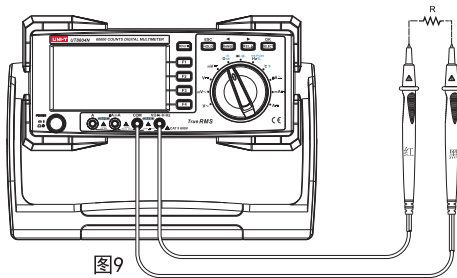

图9
- (1) 将红表笔插入" Ω "插孔，黑表笔插入"COM"孔。
- (2) 将仪表的旋转开关转到" Ω_{ns} "测量档，按SELECT键选择电阻测量 Ω 档，如图9，将表笔并联到被测电阻二端上。
- (1) 将红表笔插入" Ω "插孔, 黑表笔插入"COM"孔。
- (2) 将仪表的旋转开关转到" Ω_{ns} "测量档, 按SELECT键选择电导60nS测量档, 如图9, 将表笔并联到被测电阻二端上。
- (3) 从显示器上直接读取被测电导值。
- (2) 将仪表的旋转开关转到" Ω_{ns} "测量档, 按SELECT键选择通断测试档, 如图9, 将表笔并联到被测电阻二端上。当被测二端之间电阻 $<10\Omega$, 蜂鸣器连续发声, $>50\Omega$, 蜂鸣器不发声。
- (3) 从显示器上直接读取被测电阻值。